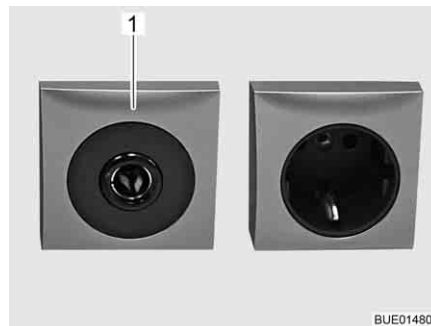

Fig. 131 Presa 12 V/10 A
- ▷ Alle prese (Fig. 131,1) della rete di bordo a 12 V, connettere solo apparecchi funzionanti al massimo a 10 A.